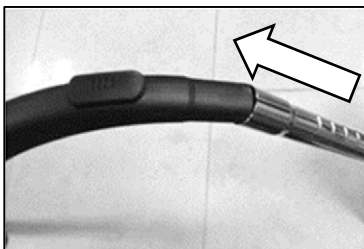

Fig 3
3. **Racordarea furtunului și a tubului metalic extensibil:** Țineți conectorul furtunului flexibil și introduceți-l în orificiul mai mare al tubului..(Fig 3)
Rețineți: Pentru a detașa furtunul și peria din tubul metalic, apăsați butonul de la capătul tubului și scoateți conectorul furtunului.(Fig3, 4).